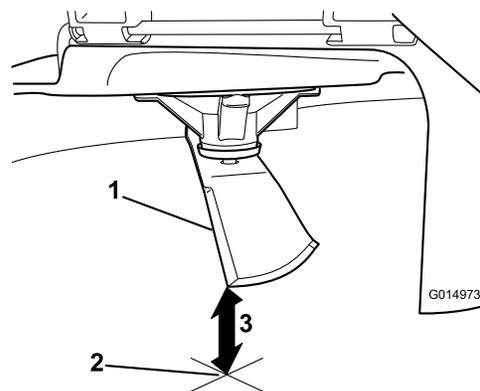

**Рисунок 103**
- Поверните тот же нож на 180 градусов, чтобы теперь его противоположная режущая кромка была в том же положении (Рисунок 103).